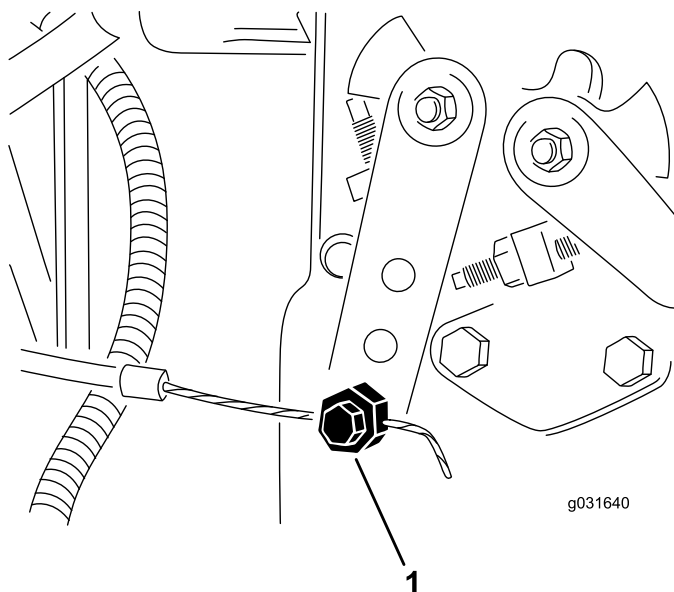

Figura 64
2. Slăbiți conectorul cablului manetei de accelerație de pe braul manetei pompei de injecție (Figura 64).